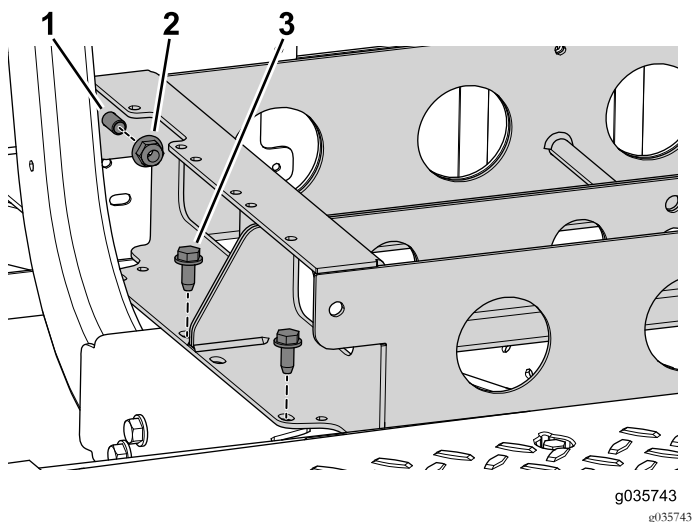

図 60
7. バッテリートレイを車体に固定しているボルト4本を取り外す 図 60。
8. 前後のバッテリートレイを連結しているフランジナット2個を外す。ボルト2本は外さない 図 60。